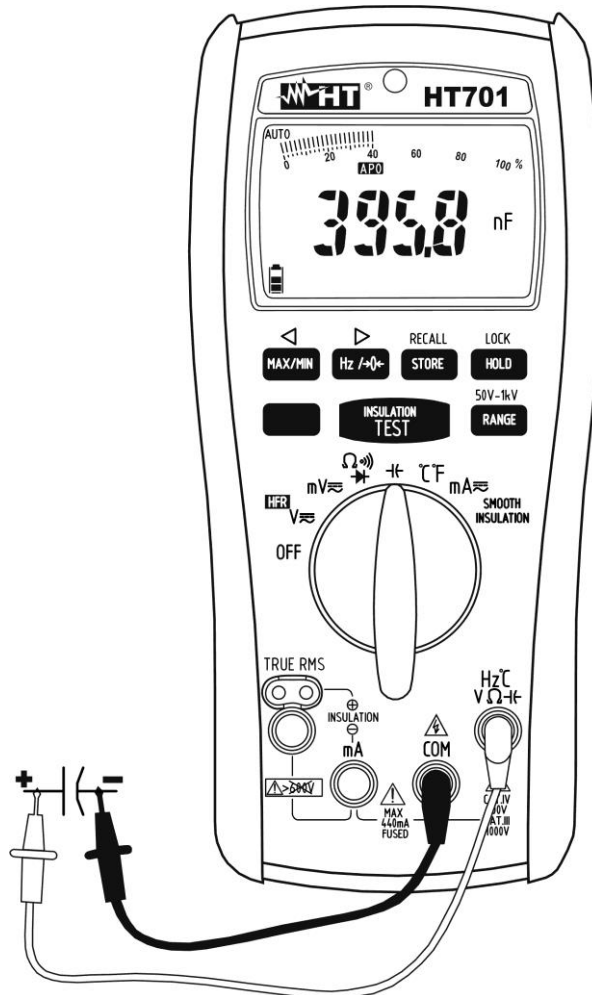

Fig. 8 : Utilisation de l'instrument pour mesure de capacité
4. Insérer le câble rouge dans l'entrée du jack **Hz°CVΩ||-** et le câble noir dans l'entrée du jack **COM** (voir la Fig. 8).